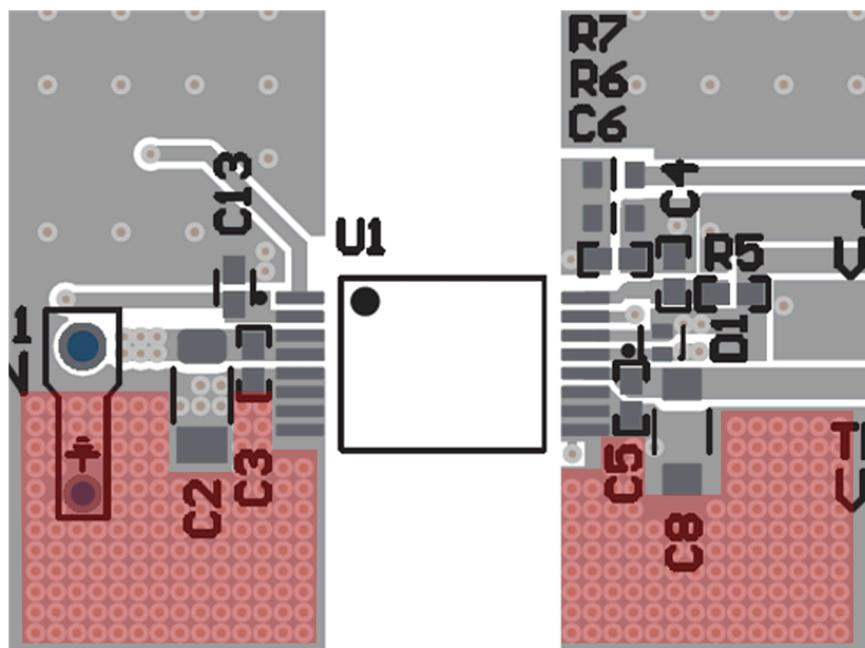

図 3-10. サーマル ビア
- f. 図 3-10 にレイアウトの例を示します。銅の面積が少ない場合は、ピン 5 ~ 8 (1 次側) と 9 ~ 11 (2 次側) の近くに配置し、設計で可能な限り多くのサーマルビアを使用します。